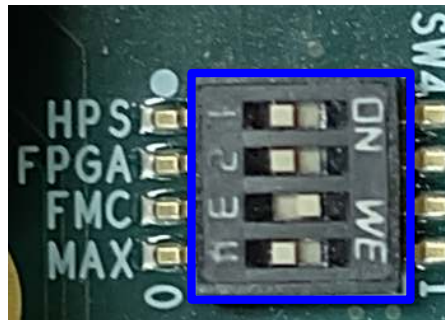

図 1-6 CycloneV SX SoC/ArriaV SoC 開発キットの場合、SW4 で FPGA を JTAG チェーンに接続
- CycloneV SX SoC または ArriaV SoC 開発キットの場合、下図 1-6 に示す SW4 の JTAG イネーブルを設定し FPGA (および MAX デバイス) を JTAG チェーンに接続します。